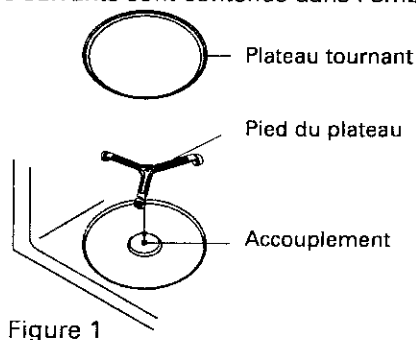

Figure 1
1. Placez le pied du plateau sur l'accouplement, comme le montre la figure 1.